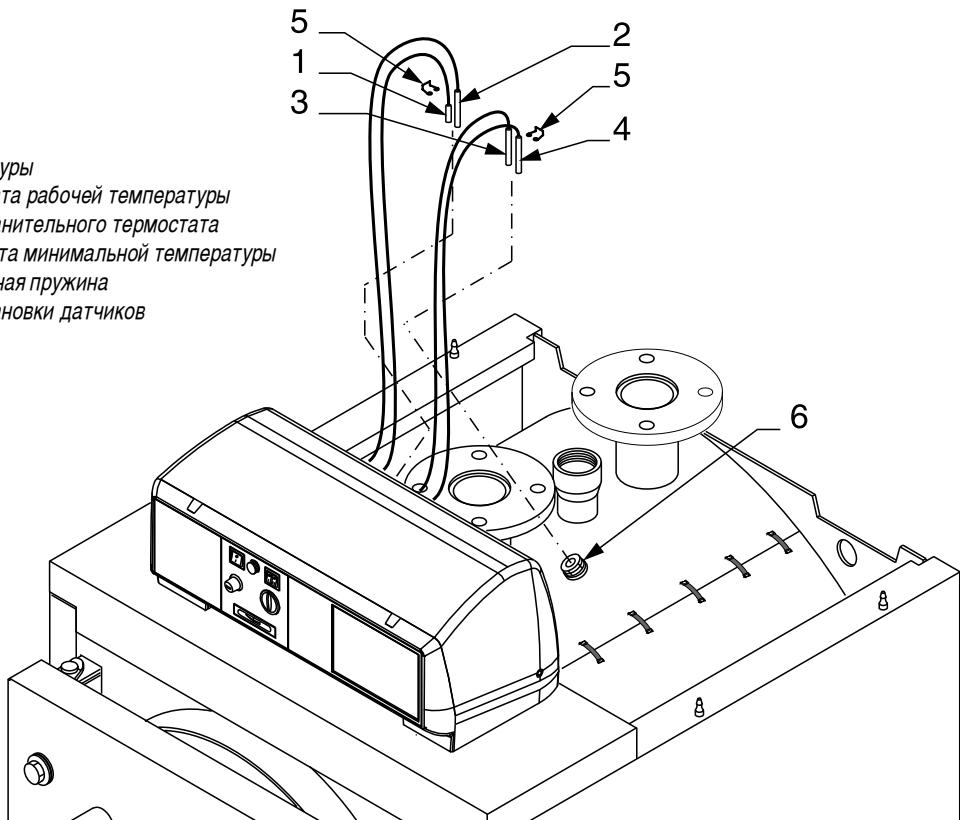

рис. 30
- E) Вставить датчики приборов в манжеты, как показано на рис. 30 и подключить пульт управления к электропитанию, к горелке, насосам, и т.д. Закрыть крышку панели управления.
- E) Вставить датчики приборов в манжеты, как показано на рис. 30 и подключить пульт управления к электропитанию, к горелке,